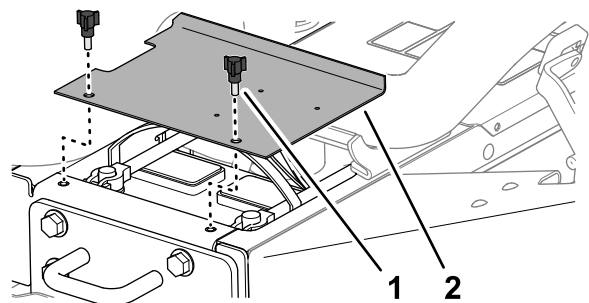

Bild 52
1. Lösen Sie die Verriegelungen an der linken und rechten Seite der Motorhaube (Bild 52).